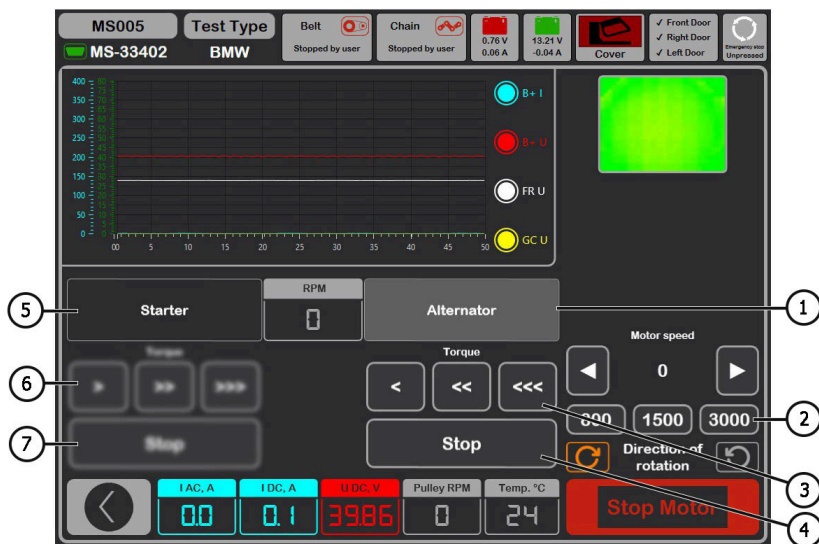

Рисунок 29. Меню режима проверки генератора 48В.
7.1. В окне диагностики генератора (рис. 29) выберете режим **«Alternator»** (см. поз. 1).